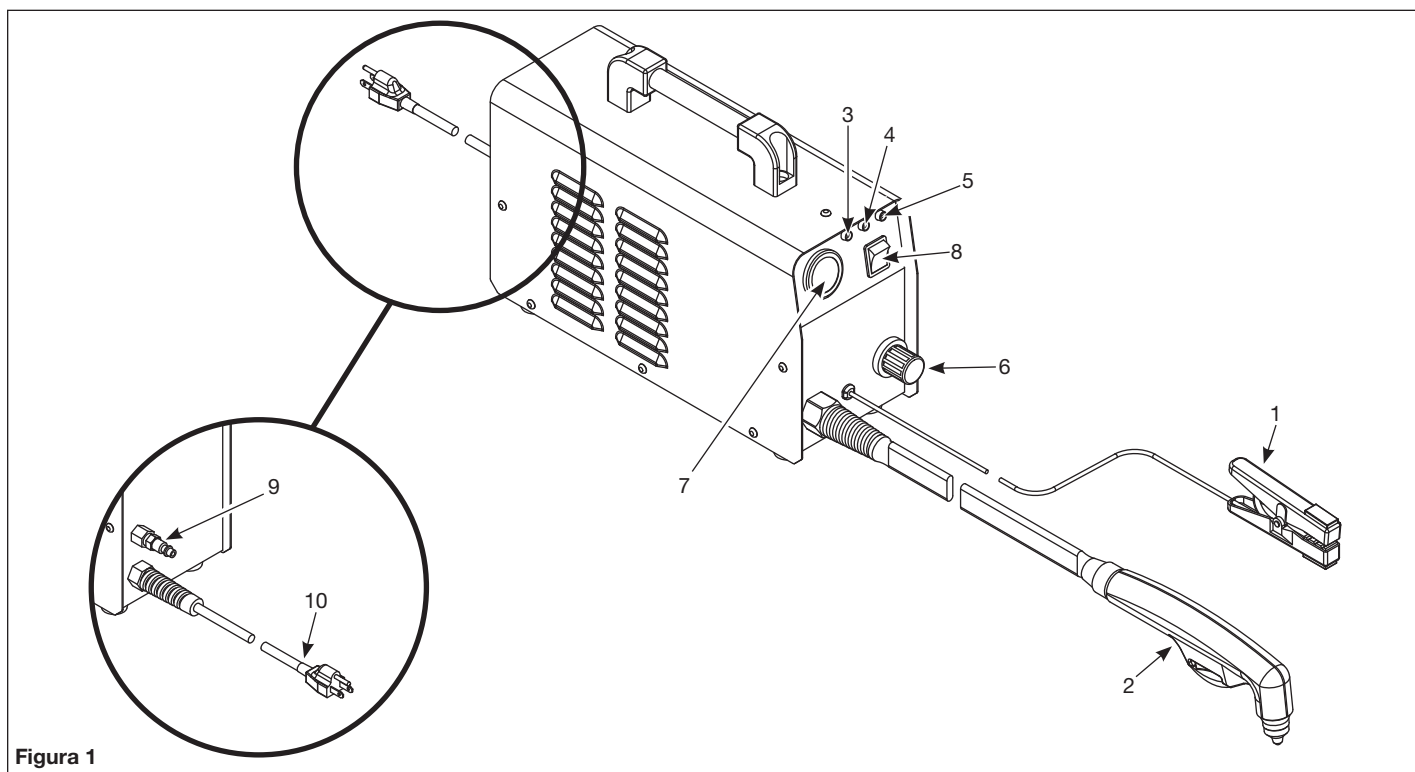

Figura 1
- ◆ Familiarícese con los componentes y controles de este cortador con plasma. Vea la figura 1.